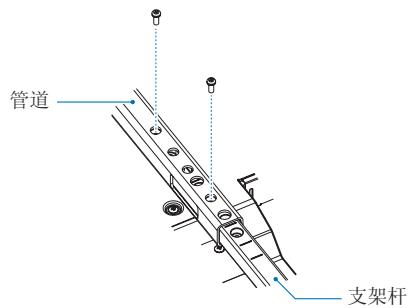

图2
- 请使用随附的螺钉安装支架杆和管道。请在管道上拧紧两个螺丝孔（图2）。